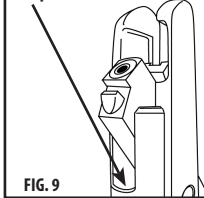

FIG. 9
- Påfør en dråbe Crosman RMCOIL (kan fås på crosman.com) ind i kompressionskammeret (Fig. 9).